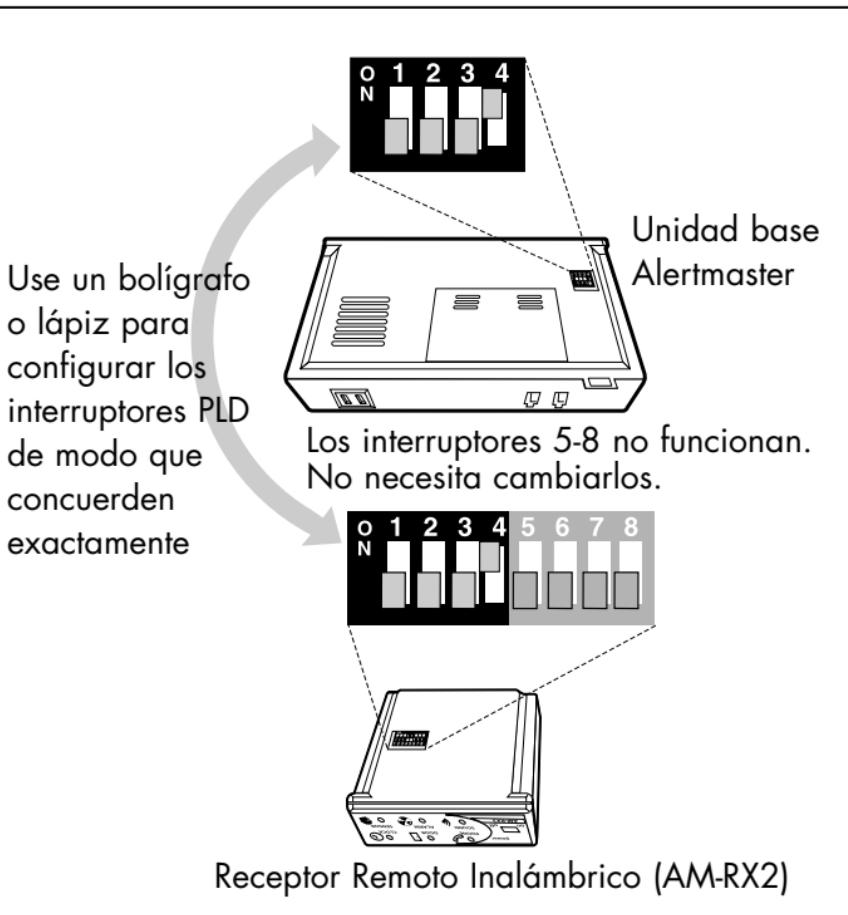

Fig. 3
4. Utilice una lapisera a bolilla para cambiar la posición del Interruptor PLD en ambas unidades. Por ejemplo, cambie la posición del interruptor #4 en ambas unidades. Todos los ajustes necesitan ser idénticos para que el sistema funcione. Ver Fig. 3.